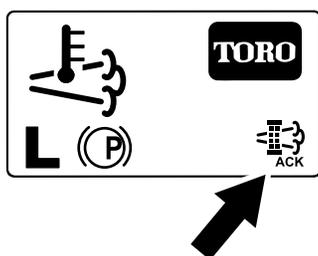

Рисунок 85
8. В ходе процесса регенерации дисплей инфо-центра показывает главный экран и в правом нижнем углу экрана отображается значок подтверждения регенерации (Рисунок 85).